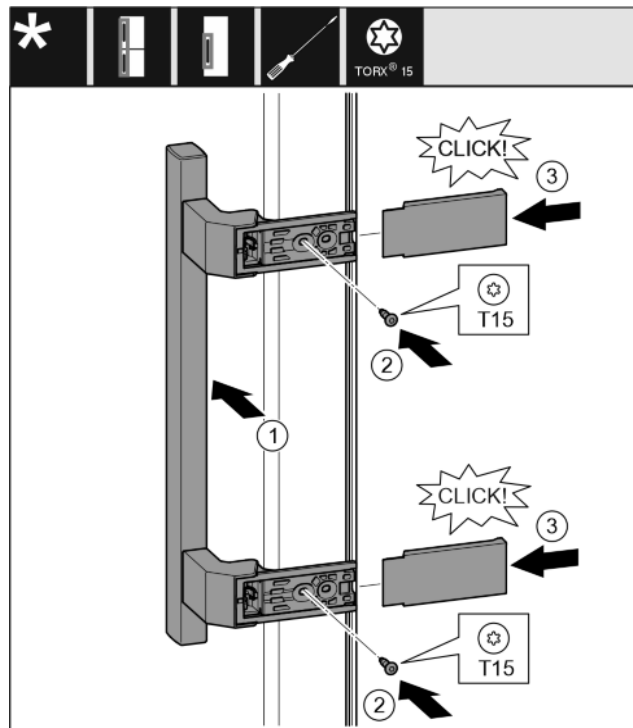

Fig. 31
- ▶ Držadlo nasad'ite na opačnú stranu. Fig. 31 (1)
- ▶ Skrutkovačom T15 pevne zaskrutkujte skrutky. Fig. 31 (2)
- ▶ Kryty nasad'ite a nasuňte z boku. Fig. 31 (3)